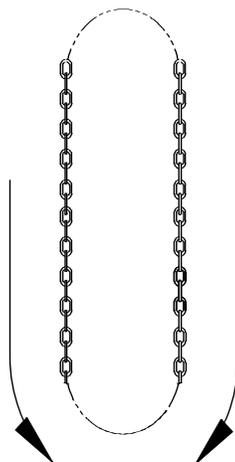

Figure 14 Manœuvre de la chaîne pour ouvrir et fermer la porte
- Actionnez la porte à la main en tirant vers le bas sur le côté de la chaîne. Si vous tirez de l'autre côté, la porte se déplacera dans le sens opposé (Consultez la Figure 14).